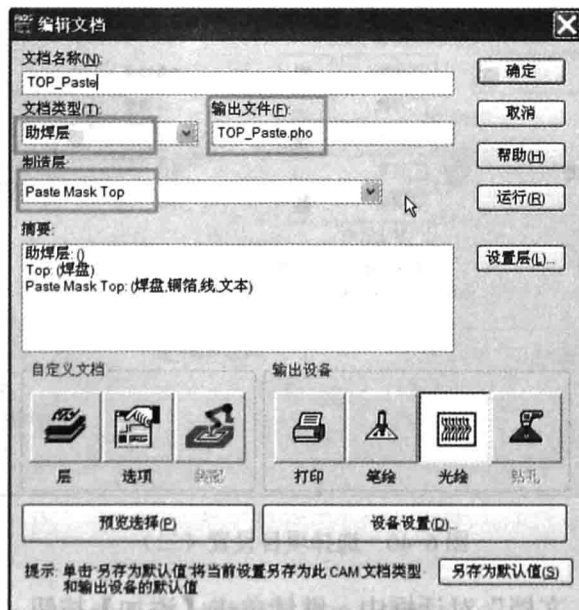
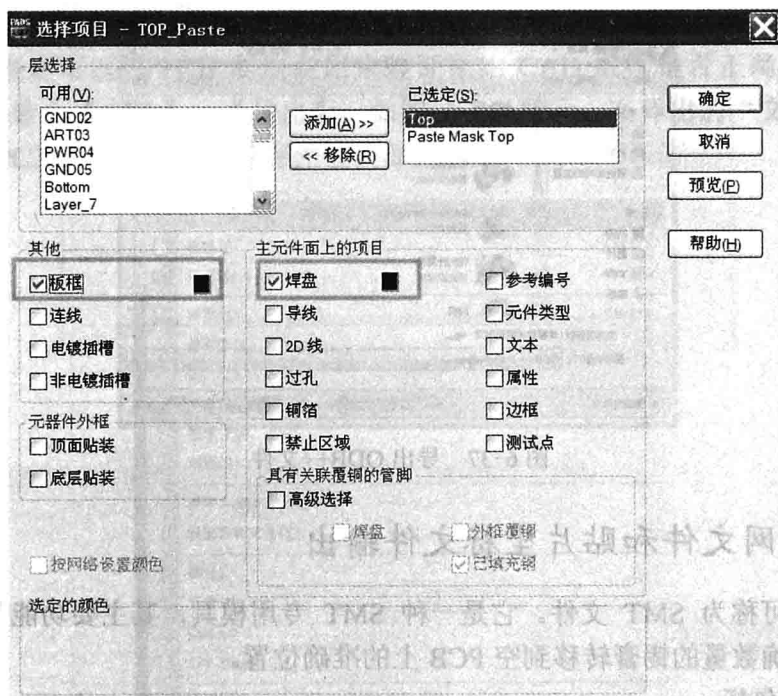
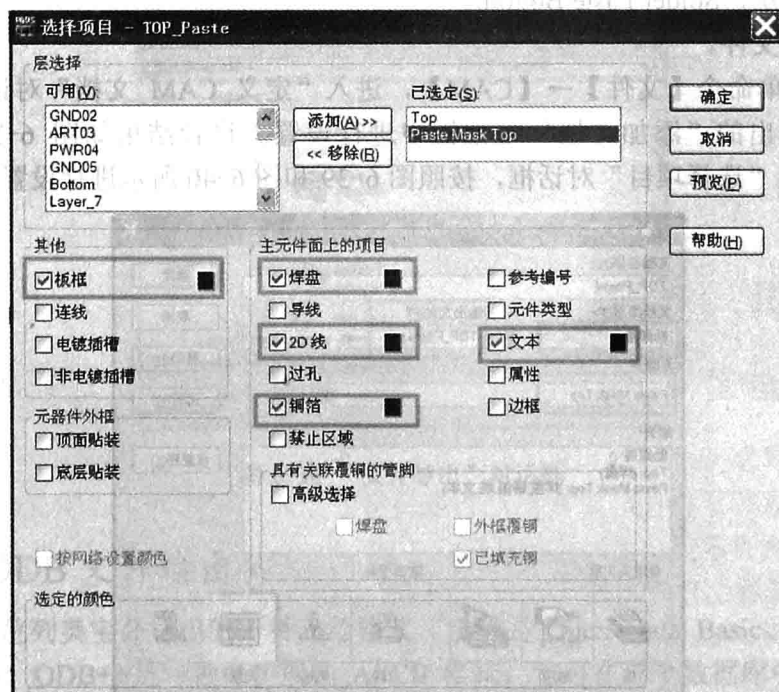

图 6-38 顶层助焊层 CAM 文档设置
图 6-39 选择项目设置 (一)
图 6-40 选择项目设置 (二)
(1) 执行菜单命令【文件】→【CAM】，进入“定义 CAM 文档”对话框，单击【添加】按钮，在弹出的“添加文档”对话框中进行设置。设置结果如图 6-38 所示。单击【层】图标，弹出“选择项目”对话框，按照图 6-39 和图 6-40 所示进行设置。